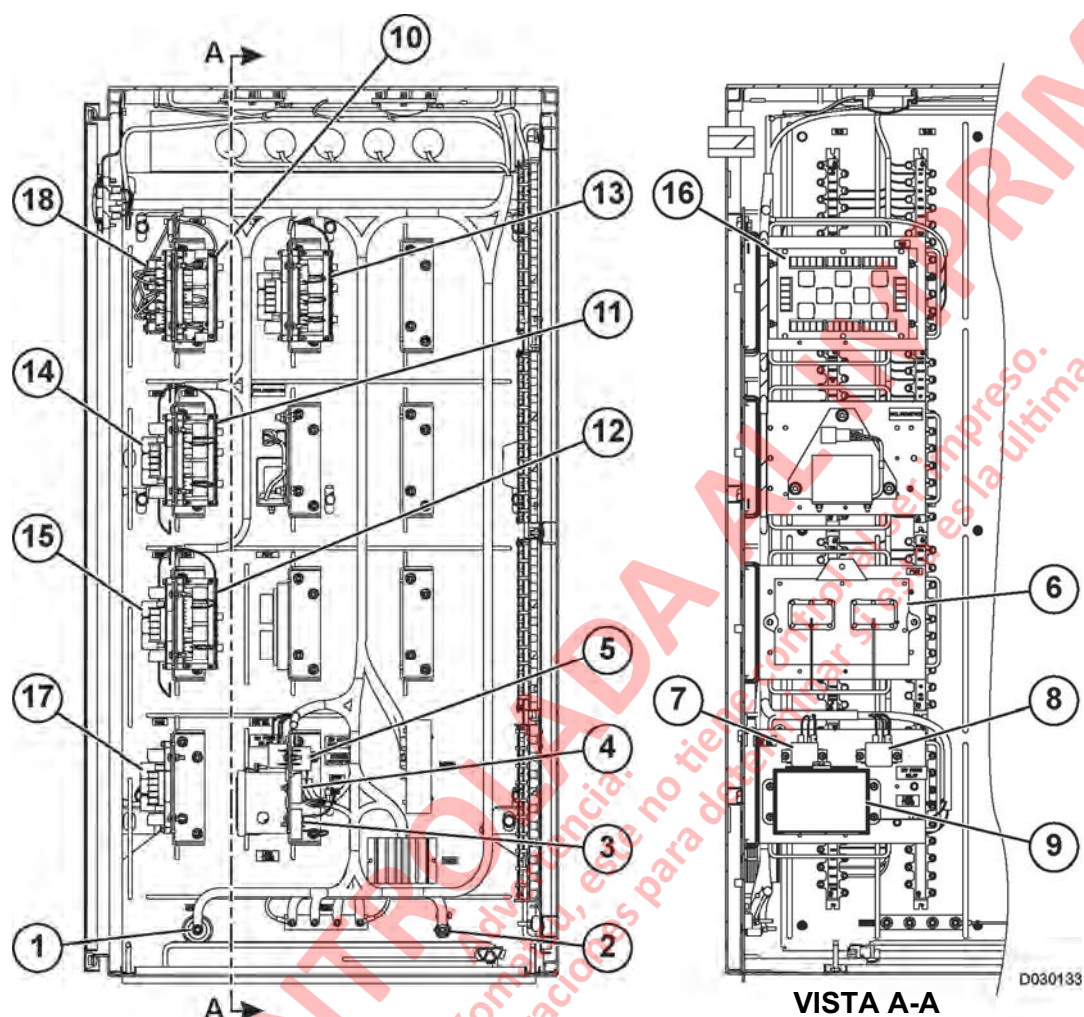

FIGURA 3-1. GABINETE DE CONTROL AUXILIAR - PARED IZQUIERDA
El terminal de 24 VDC (1, Figura 3-1) y el terminal de 12 VDC (2) están montados en la pared izquierda del gabinete. Estos terminales distribuyen el voltaje de las baterías a los dispositivos que requieren un voltaje reducido. Además, el terminal de 24 VDC es un punto de prueba conveniente para medir el voltaje de la batería durante los procedimientos de localización y solución de fallas.
La placa de diodos (18, Figura 3-1) contiene 24 diodos reemplazables montados en un conector que se enchufa para un reemplazo fácil. Algunos diodos se usan en el circuito de la bobina de varios relés para suprimir el alza de voltaje resultante de la bobina cuando se corta la energía del circuito, lo que evita que se dañen otros componentes del circuito (luces, filamentos, etc.). Los otros diodos se utilizan para controlar el flujo de corriente de un circuito, según sea necesario. Los resistores o diodos también se pueden instalar en los conectores P7 a P12.
Consulte la Figura 3-1 para ver la ubicación de cada placa de relés. Consulte la tabla de disyuntores al